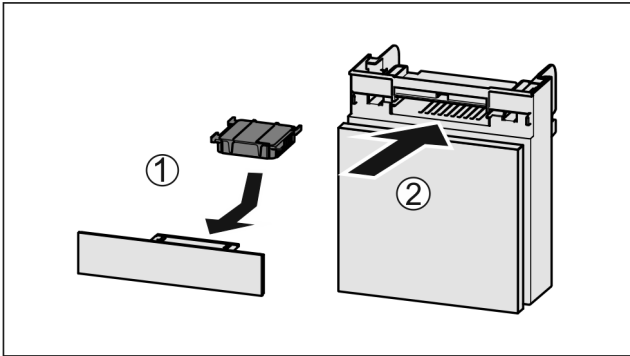

Fig. 97
- ▶ Introduzca el compartimiento Fig. 97 (2).